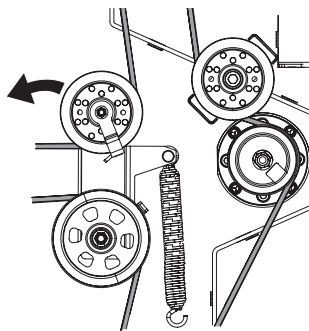

Figure 53
9. Tirez le côté droit de la courroie et placez le côté plus étroit en forme de « V » de la courroie de la prise de force dans la poulie de la prise de force (Figure 53).